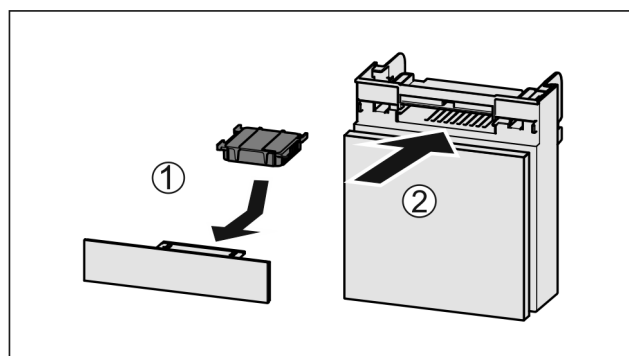

Fig. 39
- Inserire il vano Fig. 39 (2).